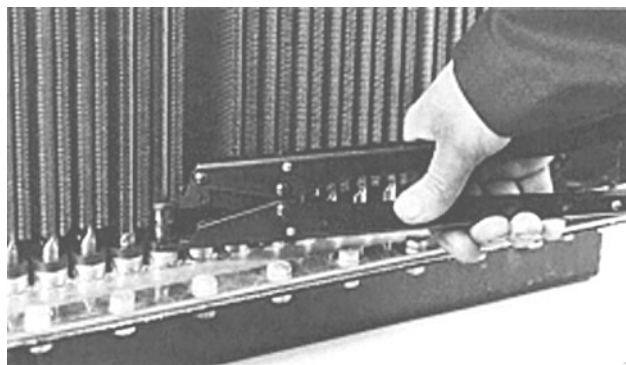

FIGURA 3-7. HERRAMIENTA DE INSTALACIÓN (VJ6567)
2. Después de soltar el tubo, coloque la herramienta de instalación (VJ6567) en la parte inferior del tubo a desmontar. Consulte la Figura 3-7. La mandíbula superior de la herramienta de instalación se debe colocar justo bajo la sección rectangular del tubo. La mandíbula inferior debe descansar en el sello. Apriete la herramienta de instalación lo suficiente para permitir que la parte inferior del tubo se pueda sacar del sello.